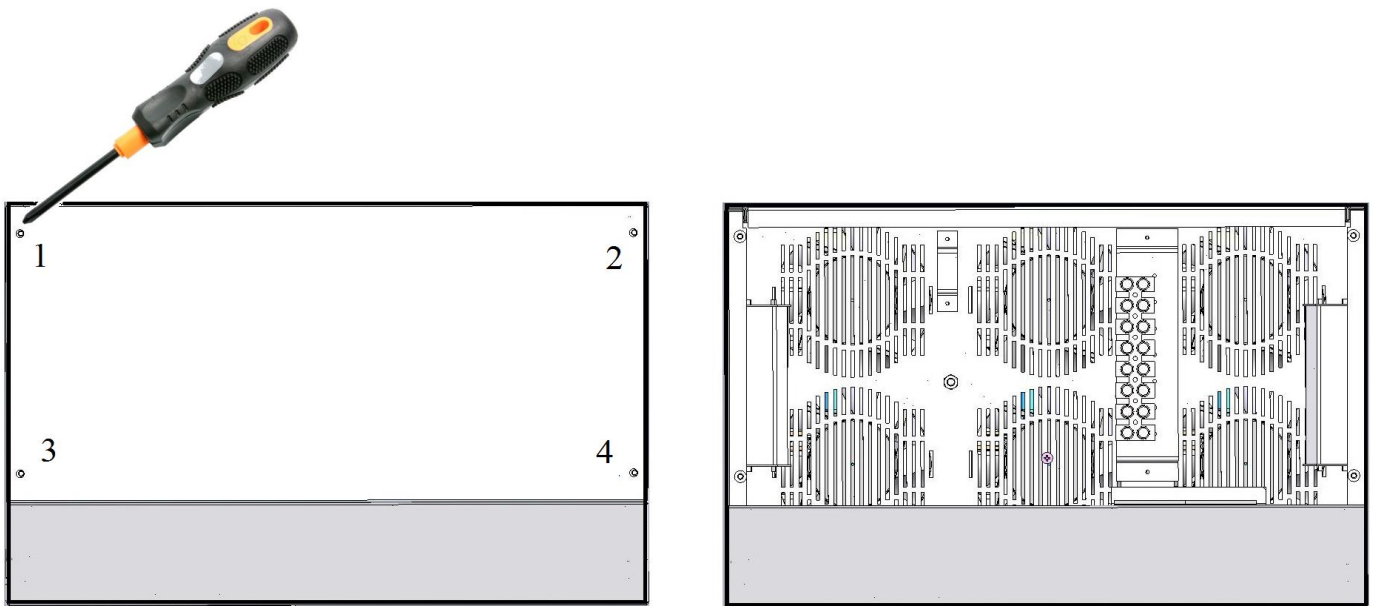

Рисунок 6. Схема зняття захисної кришки зверху корпусу стабілізатора
2. За допомогою викрутки відкрутити 4 гвинти захисної кришки з верхньої частини стабілізатора для доступу до клемної колодки (див. рисунок 6).